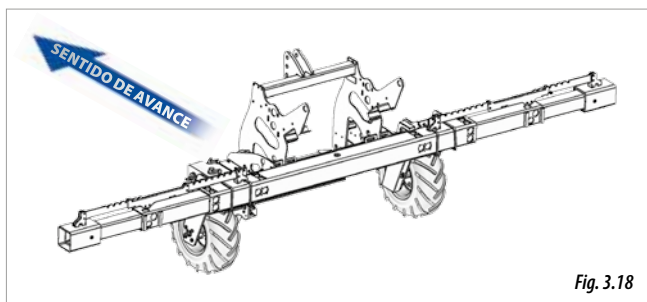

Fig. 3.18
- DOBLE TELESCÓPICO (Fig. 3.18).